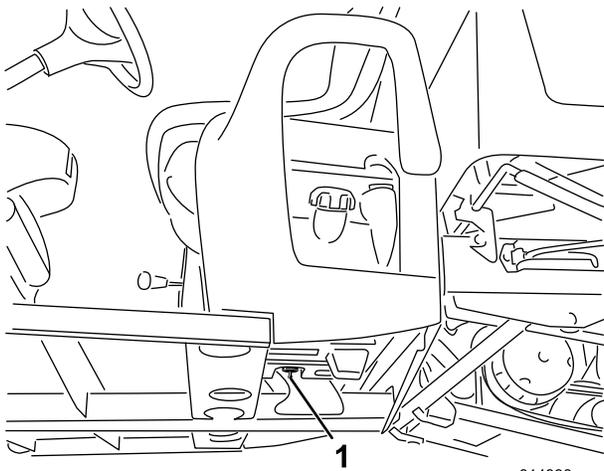

Figura 25
4. Controllate l'apertura del filtro dell'aria nel canister a carboni attivi e accertatevi che sia pulito e privo di detriti e ostruzioni (Figura 25).